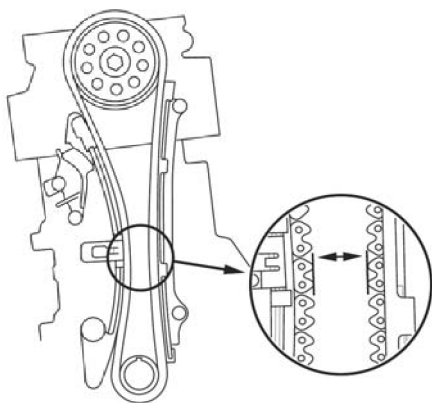

图 11-19 测量凸轮链条间距
- 14) 测量凸轮链条间距，如图 11-19 所示。如果间距小于维修极限，更换凸轮链条和凸轮链条张紧器。